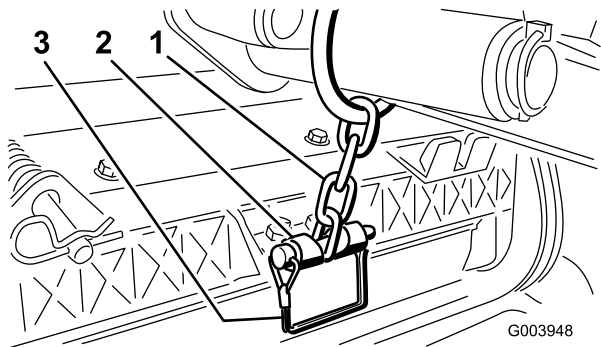

Bild 19
- Befestigen Sie die Hubarmkette mit dem Einraststift an der Kettenhalterung (Bild 19).